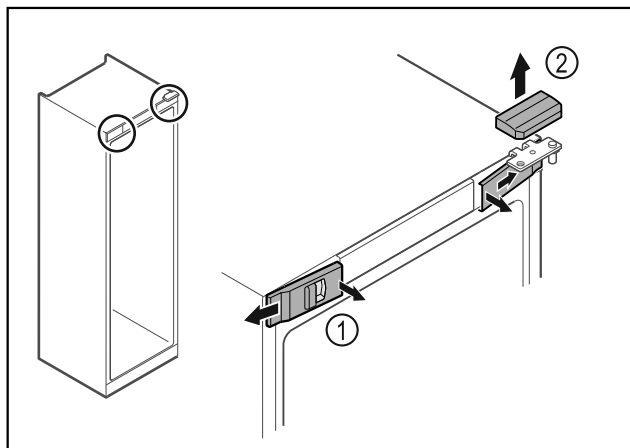

Fig. 14
- Trekk de innvendige dekslene foran Fig. 14 (1) ut av stilling, og ta dem av sidelengs.
- Trekk det øvre dekselet Fig. 14 (2) opp og av.